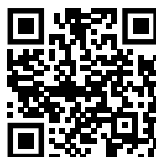

Fig. 139
- ▶ Otvorte Liebherr SmartMonitoring Dashboard. (pozri Fig. 139)